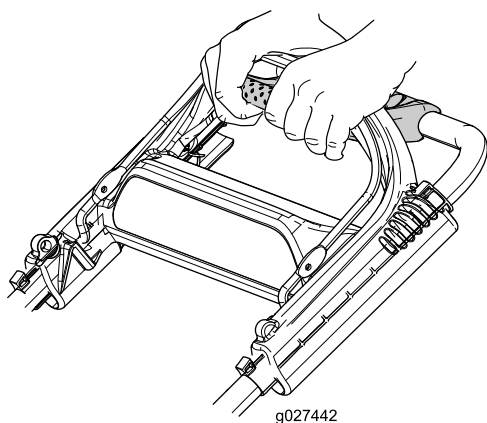

Figura 21
1. Estire los dedos hacia adelante y agarre las esquinas del manillar de tracción asistida (Figura 21).